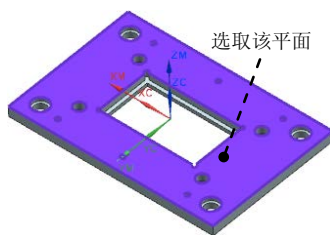

图 11.37 选取参考面
(1) 单击“钻”对话框 **指定孔** 右侧的  按钮, 系统弹出“点到点几何体”对话框, 单击 **选择** 按钮, 系统弹出“点位选择”对话框。单击 **面上所有孔** 按钮, 系统弹出“选择面”对话框。
(2) 单击 **最小直径 -无** 按钮, 系统弹出“直径”对话框, 在 **直径** 文本框中输入 12.0, 单击 **确定** 按钮, 然后选取图 11.37 所示的面, 分别单击“选择面”对话框和“点位选择”对话框中的 **确定** 按钮, 返回“点到点几何体”对话框。
(3) 单击“点到点几何体”对话框中的 **优化** 按钮, 单击 **最短刀轨** 按钮, 单击 **优化** 按钮, 单击 **接受** 按钮, 单击“点到点几何体”对话框中的 **确定** 按钮, 返回“钻”对话框。
(1) 单击“钻”对话框中 **指定顶面** 右侧的  按钮, 系统弹出“顶面”对话框。
(2) 在“顶面”对话框中的 **顶面选项** 下拉列表中选择 **面** 选项, 然后选取图 11.37 所示的面。
(3) 单击“顶面”对话框中的 **确定** 按钮, 返回“钻”对话框。